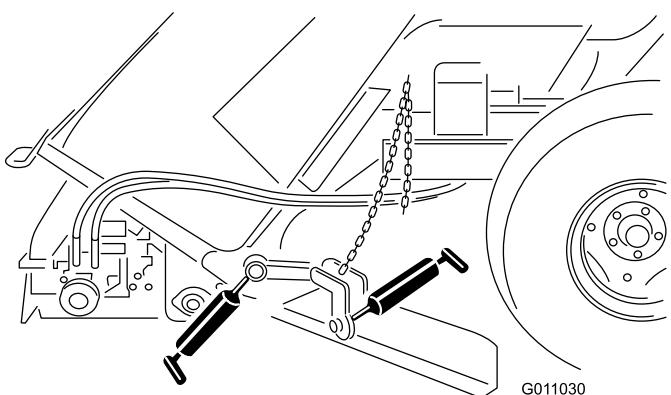

図 34
- ・ 敗寄せブレードのマウント（図 34）
- ・ 敗寄せブレードのハブ（図 34）